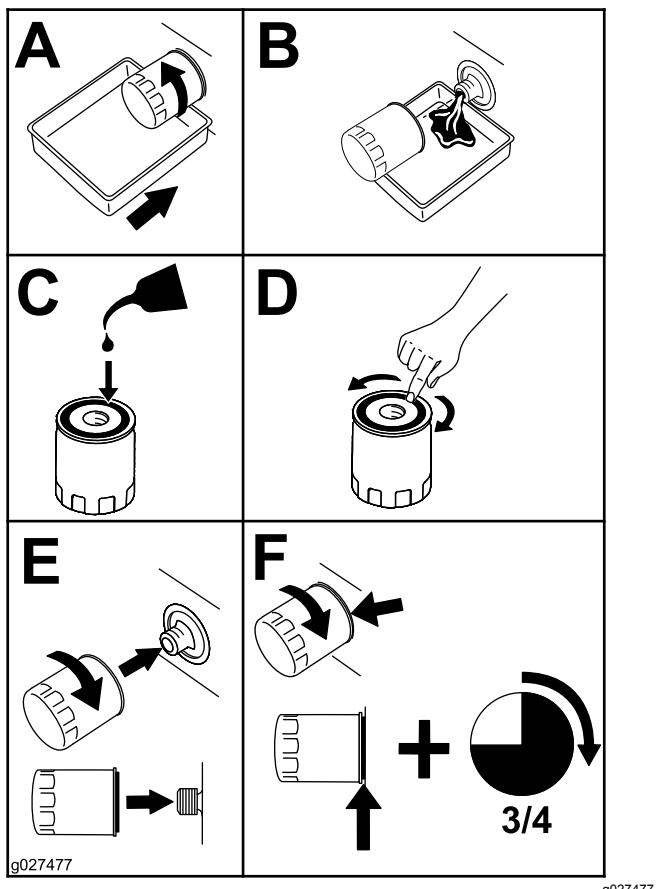

Figura 45
5. Cambiate il filtro dell'olio del motore (Figura 45).